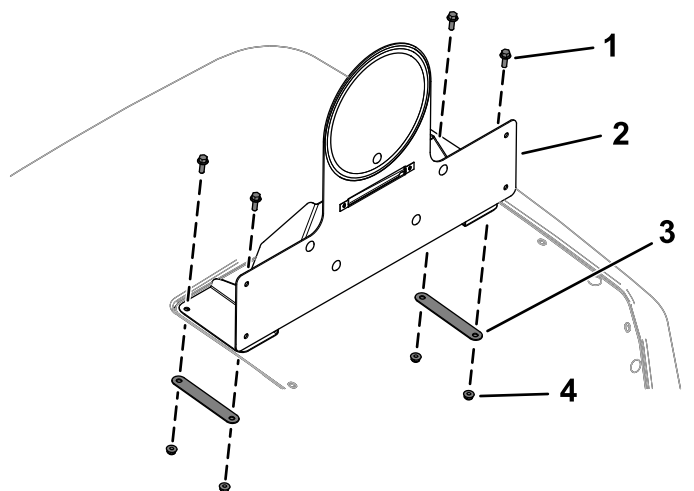

Figura 30
10. Fije el bastidor de placa de velocidad montado al capó con 4 pernos con arandela prensada ($\frac{1}{4}$ " x $\frac{3}{4}$ "), 2 bastidores traseros y 4 contratuercas ($\frac{1}{4}$ "), tal y como se muestra en la Figura 30.